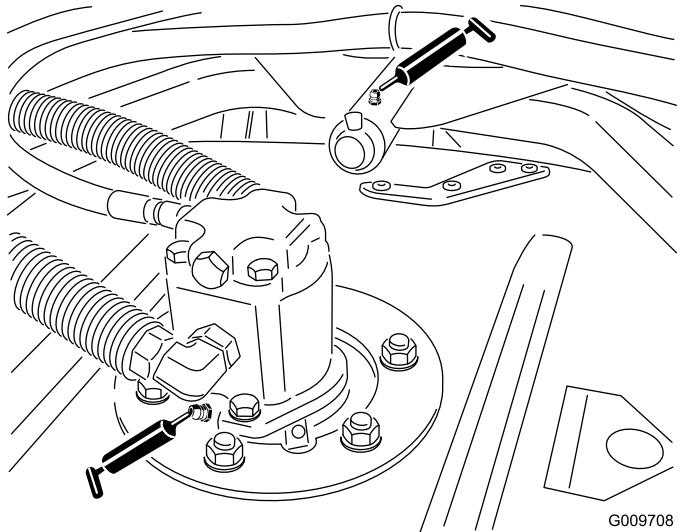

図 23
- カッティングユニットのスピンドルシャフトのベアリング各カッティングユニットに1ヶ所 図 23
- カッティングユニットのキャリアアームのブッシュ各カッティングユニットに1ヶ所 図 23